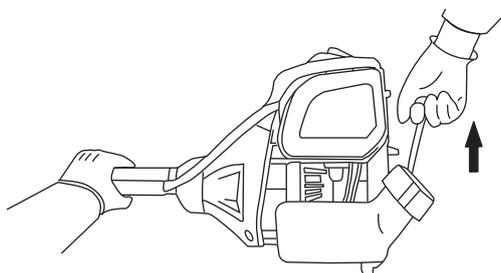

Fig. 15e
- Maintenir le produit et tirer fermement la poignée du lanceur (A7). Répéter l'opération jusqu'à ce que le moteur démarre. Après chaque tentative de démarrage, laisser la corde du lanceur revenir lentement en la contrôlant ! (voir Fig.15e).